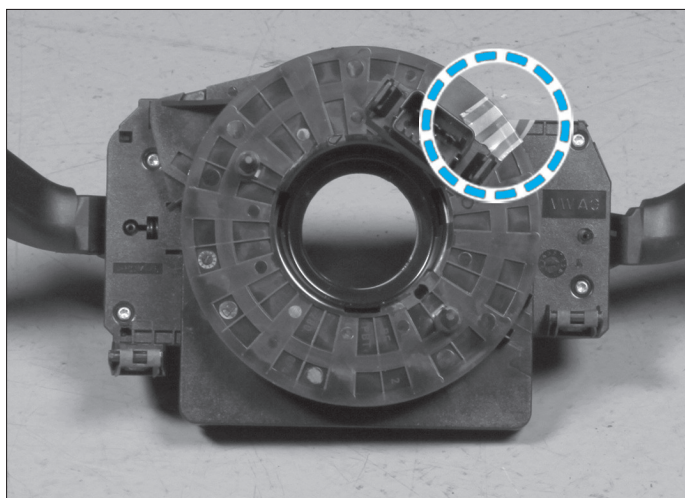

FIG. 29
- Apposer du ruban adhésif sur le contacteur tournant (Fig.29) afin de l'immobiliser.